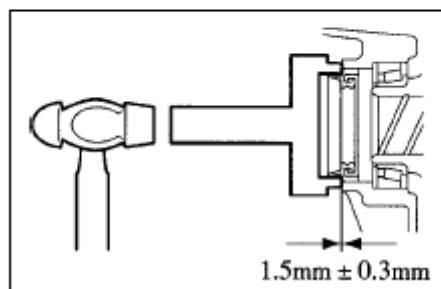

Рис. 77
- Установите сальник как показано на Рис. 77.